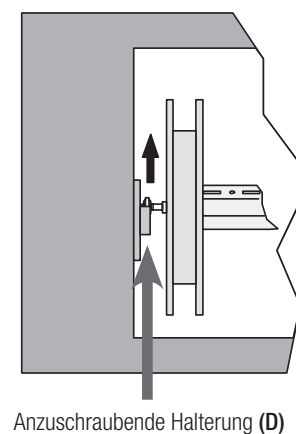

Abb. 6
3. Die Welle heben, aus der Halterung lösen und anschrauben (Abb. 6, Bez. D).